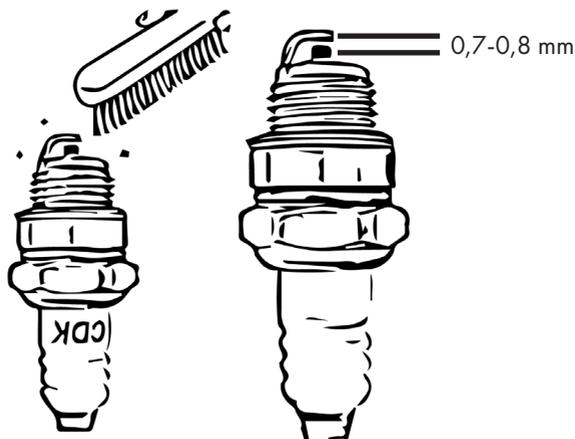

Rysunek 16
- Zdejmij nasadkę świecy zapłonowej i poluzuj świecę zapłonową za pomocą klucza do świec zapłonowych, Rys. 16.